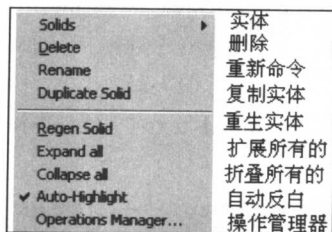
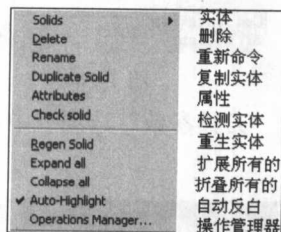

图 1-19
图 1-20
(1) 实体拉伸功能:在实体管理器中,用户可以使用一个切割实体操作到一个增加凸体操作。
(2) 在 Extrude Chain (拉伸串连) 对话框,增加了 Combine Operation (合并操作) 功能,它可为所有串连创建一个简单的操作。
(3) 在实体管理器内单击右键,显示右键菜单。如图 1-19 所示为 Mastercam 8 的右键菜单,如图 1-20 所示为 Mastercam 9 的右键菜单,它增加了两个选项 Attributes (属性)、Check solid (检测实体)。选择这两个选项,各显示一个对话框。